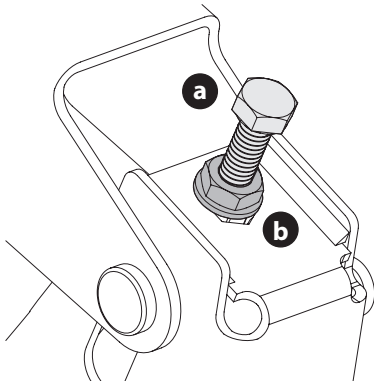

Figura 35
3. Ubique los pernos de ajuste (a) del lado izquierdo y derecho de la plataforma (Figura 35).